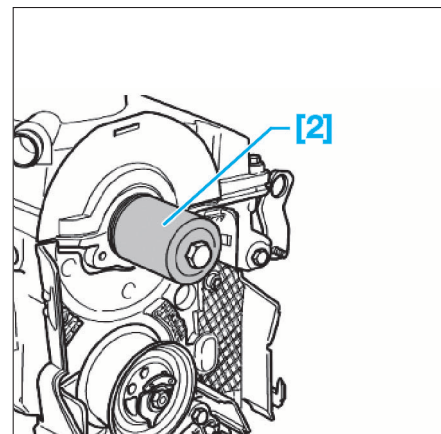

FIG. 73
- [2]. Outil de repose du joint de sortie d'arbre à cames (ref. 10-203) (Fig.73) ou (Fig.75).
La repose de la bague d'étanchéité d'arbre à cames doit être réalisée méticuleusement. Cette opération nécessite impérativement l'outil [2] avec une vis M12 x 65, car cette bague d'étanchéité ne doit pas être frappée et possède des surfaces d'appui bien précises destinées à recevoir le mandrin au montage (Fig.73).